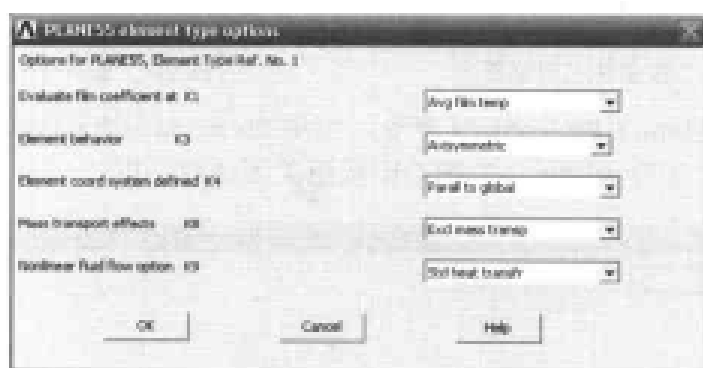

图 9-7 PLANE55 单元属性设置对话框
(3) 单击 Element Types 对话框中的 Options 按钮, 出现 PLANE55 element type options 对话框, 在 Element behavior K3 下拉列表框中选择 Axisymmetric 选项, 其余选项均采用默认设置, 如图 9-7 所示, 单击 OK 按钮关闭该对话框。